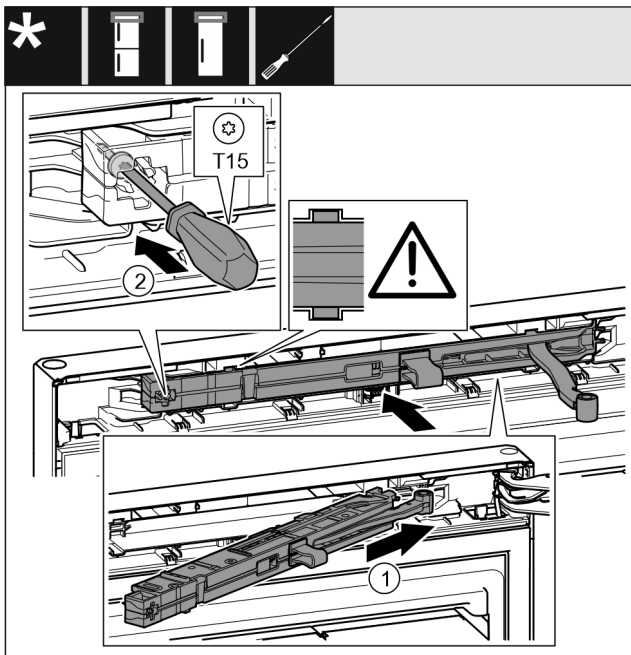

Fig. 24
- ▶ Schließdämpfereinheit Fig. 24 (1) auf der Lagerbockseite bis zum Anschlag schräg in die Aussparung einschieben.
- ▶ Schraube Fig. 24 (2) mit einem Schraubendreher fest-schrauben.